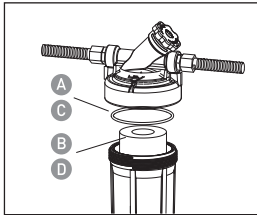

图6
3. 取下O型圈 (如图6-A), 清洁以备。
- 将滤芯取出(如图6-B)后丢弃。冲洗滤瓶后注入三分之一高度的清水,加入2汤匙漂白剂,用不含有研磨成分的海绵或软布以此清洗瓶盖及瓶身,再彻底冲洗干净。
- 用食品级硅脂润滑O型圈后装回凹槽处(如图6-C),并用手指压平。
- 将新滤芯(如图6-D)装入滤瓶中。